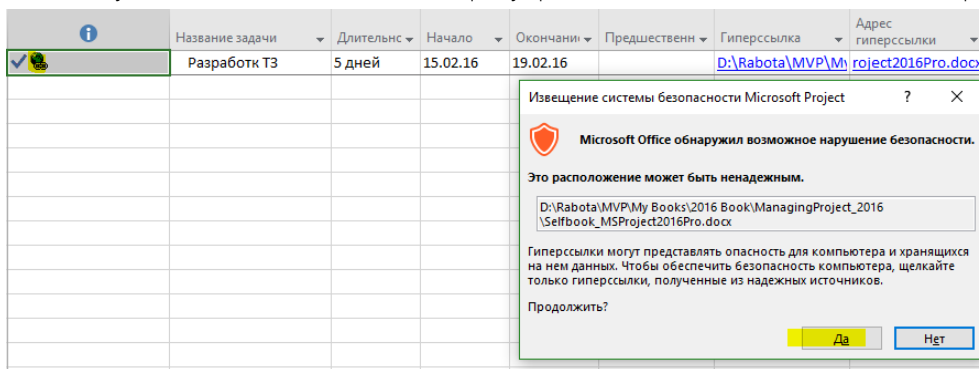

Рисунок 14.31 – Открытие раздела документа
5. После нажатия «ОК» в поле «Адрес гиперссылки» появится ссылка на закладку. Нажимаем на ссылке и, ничтоже сумняшеся, нажимаем «Да» в предупреждающем окне безопасности (см.рисунок 14.31).